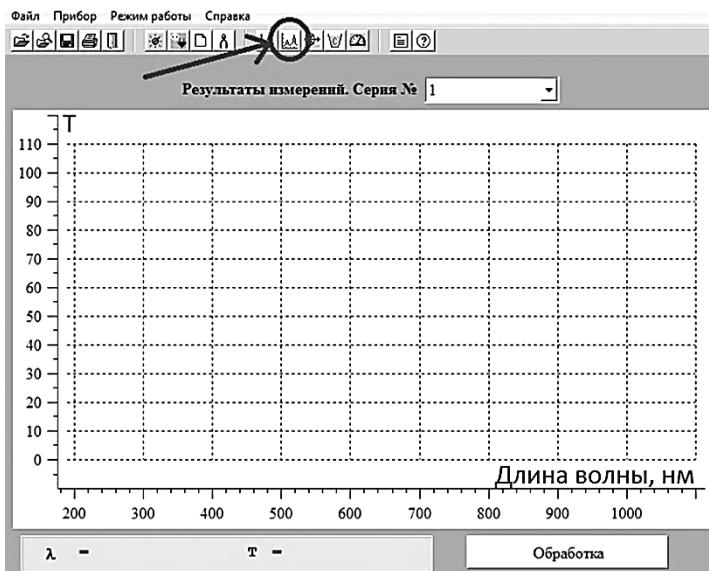

Рис. 2.
4. В открывшемся окне переключить прибор в режим сканирования кнопкой меню «Сканирование» (рис. 2).